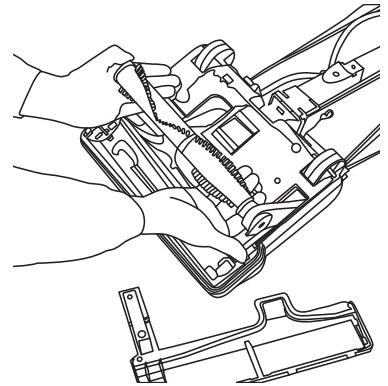

Fig. 14
3. Enrolle la nueva correa alrededor del eje de transmisión del motor y el cepillo giratorio (Fig. 14).